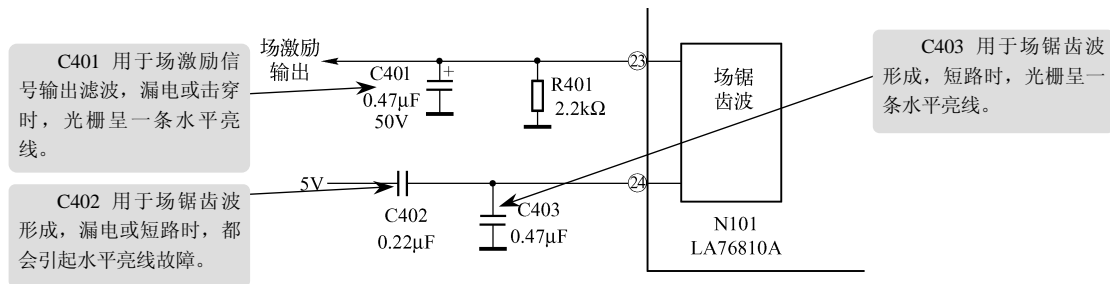

图 7-3 场锯齿波形成电路故障检修
4.7V, 且有不稳定现象, 正常时②脚电压应为 1.5V, 且在检测时有“吱”声。因而首先判断②脚外接电容失效或不良。经进一步检查, 最终是 C402 严重漏电, 焊下检测时两极间已有 3k $\Omega$ 左右阻值。用 0.22 $\mu$ F 电容更换后, 故障被排除, 如图 7-3 所示。
小结: 在如图 7-3 所示中, C402 和 C403 用于场锯齿波形成, 当 C402 或 C403 短路时, 都会引起水平亮线故障, 此时 N101 (LA76810A) 的②脚无输出。因此, 在该机出现水平亮线故障时, 首先检测 N101 (LA76810A) ②、④脚电压对判断故障是发生在小信号处理电路还是发生在场扫描输出级电路是很有帮助的。